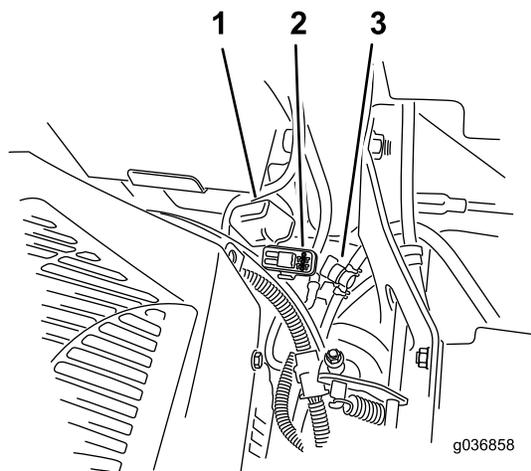

Figura 55
Nota: Per le macchine MyRide, assicuratevi che il cavo di terra non sfregi contro il braccio di trascinamento o l'ammortizzatore inferiore (Figura 55).
I fusibili sono posizionati sulla consolle di destra vicino al sedile (Figura 55).
- Montate un fusibile nuovo (Figura 55).